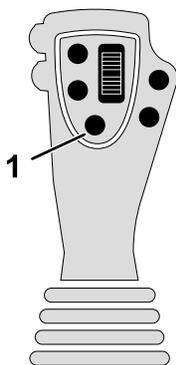
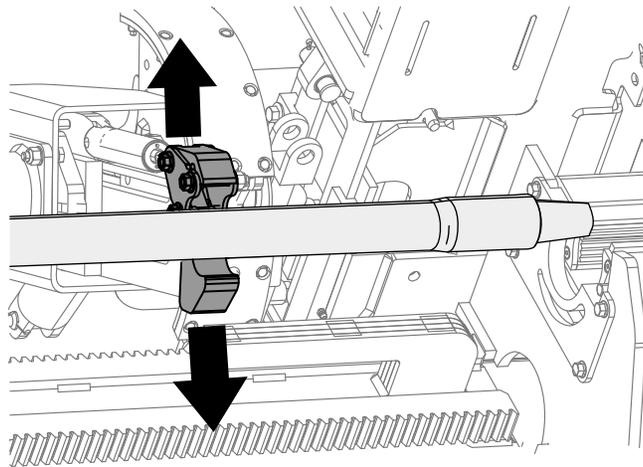

Figura 36
Figura 37
- Mantenga pulsado el botón inferior del joystick (Figura 36) para liberar el tubo (Figura 37), y suelte el botón.